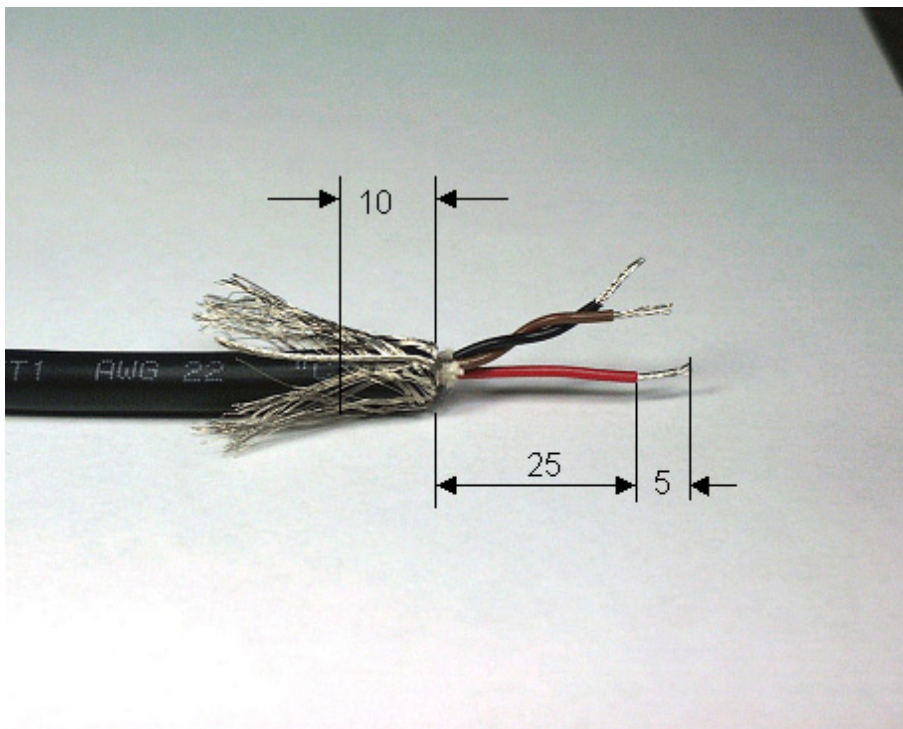

Fig. 8.1. Preparing the cable
作为使用2×2线绞合芯（图8.1）的示例：
- 切去外保温约。40毫米从电缆的一端和回拉编织屏蔽（如示于图8.1）。
- 从末端切编织屏蔽10毫米（见图8.1）